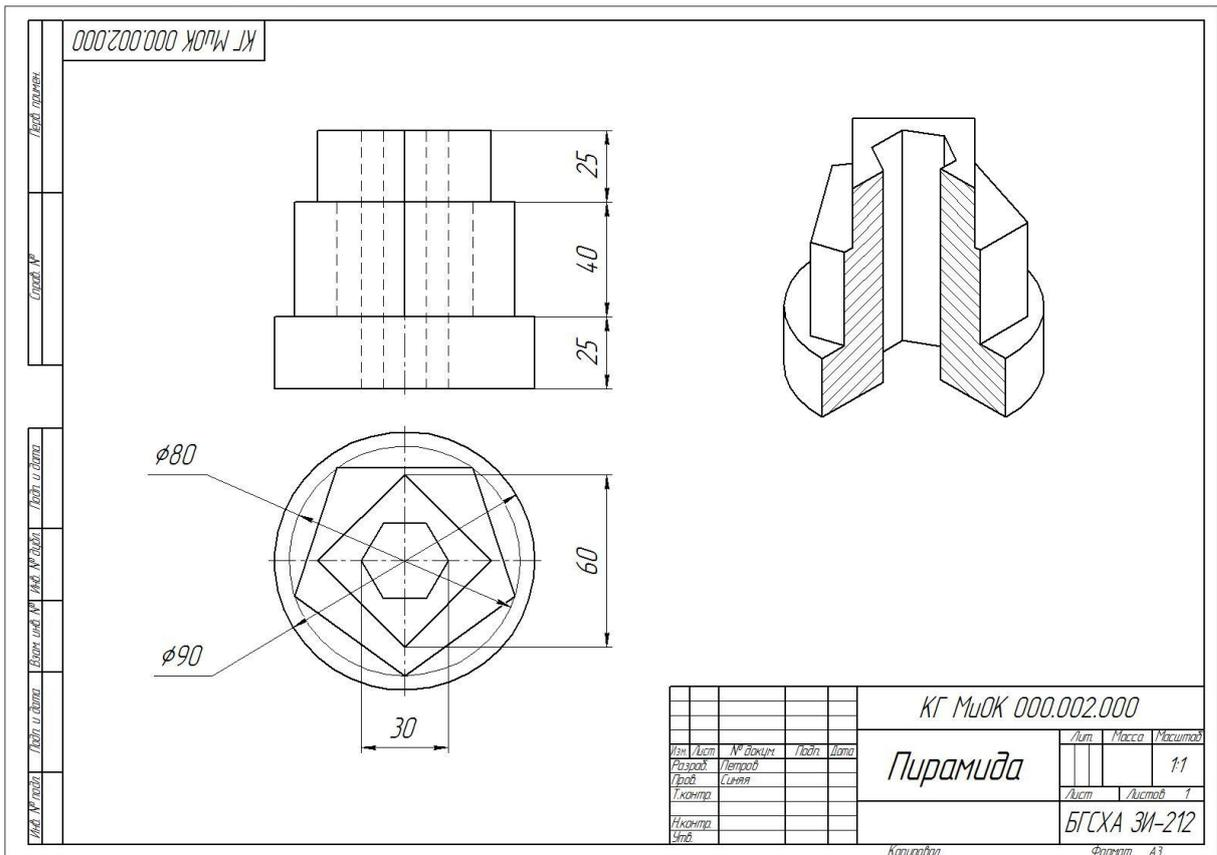

Рисунок 38.
17. Создадим чертеж пирамиды и ее аксонометрическое изображение (рисунок 38).
26. Проставить недостающие оси, все необходимые размеры. Заполнить основную надпись (рисунок 38).